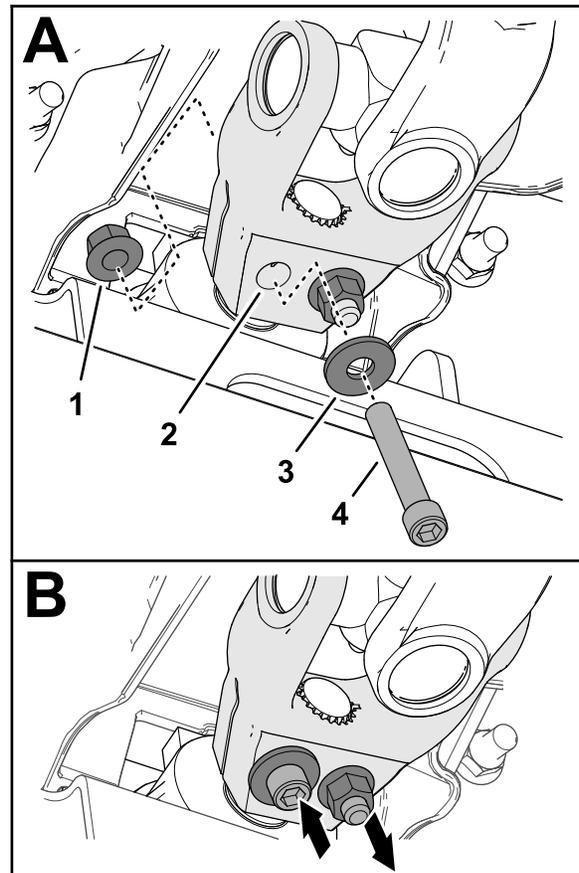

Figure 13
A. Placez la chape de l'arbre de PDF sur l'arbre du boîtier d'engrenages de l'unité de coupe, comme montré à la Figure 13.
B. Insérez une vis à tête creuse ( $\frac{3}{8}$ " x  $2\frac{1}{4}$ ") dans une rondelle ( $\frac{3}{8}$ ") et dans le trou de la chape de l'arbre d'entraînement (Figure 13), et fixez la vis en place avec un contre-écrou à embase ( $\frac{3}{8}$ ").
C. Insérez une vis à tête creuse ( $\frac{3}{8}$ " x  $2\frac{1}{4}$ ") dans une rondelle ( $\frac{3}{8}$ ") et dans le trou de la chape de l'arbre d'entraînement en passant par l'autre côté (Figure 13), et fixez la vis en place avec un contre-écrou à embase ( $\frac{3}{8}$ ").